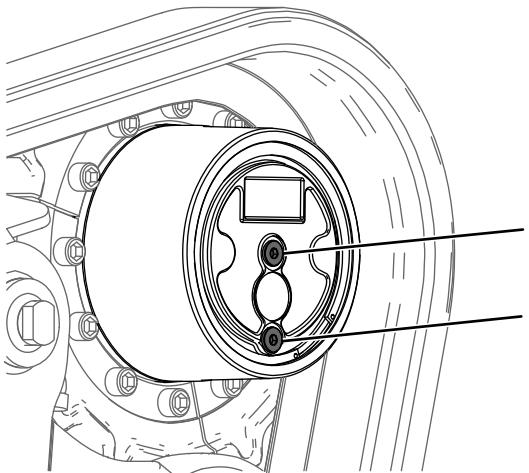

Figura 60
2. Aparque la máquina en una superficie nivelada hasta que el tapón de vaciado esté en la posición de las 6 (Figura 60), ponga el freno de estacionamiento y baje los brazos de carga.
5. Retire el tapón de verificación y el tapón de vaciado y deje que se vacíe el lubricante de engranajes (Figura 60).
6. Instale el tapón de vaciado (Figura 60).